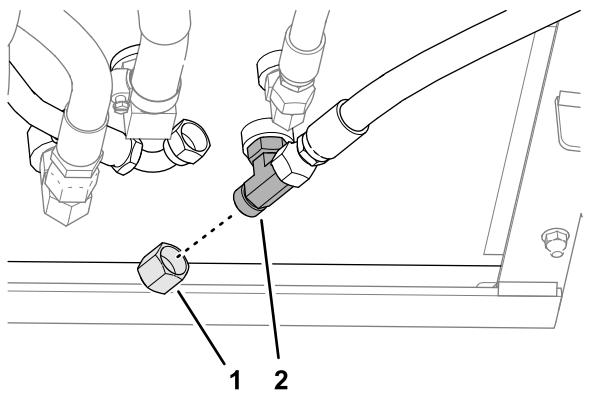

Figura 67
2. Instale o tampão na união em T, como se mostra na Figura 67.